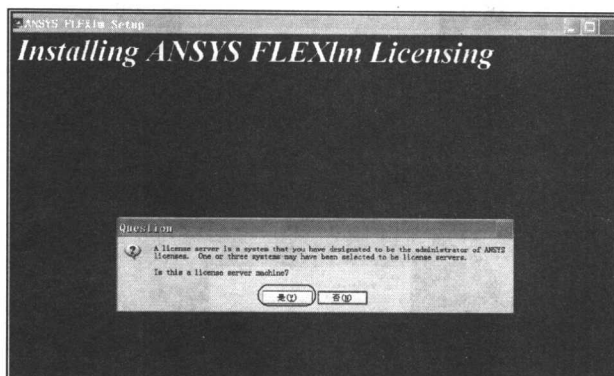

图 1-10 ANSYS 许可服务器设置
⑩ 出现选择 ANSYS 许可服务器设置界面如图 1-10 所示, 单击 Next 按钮进行下一步安装。